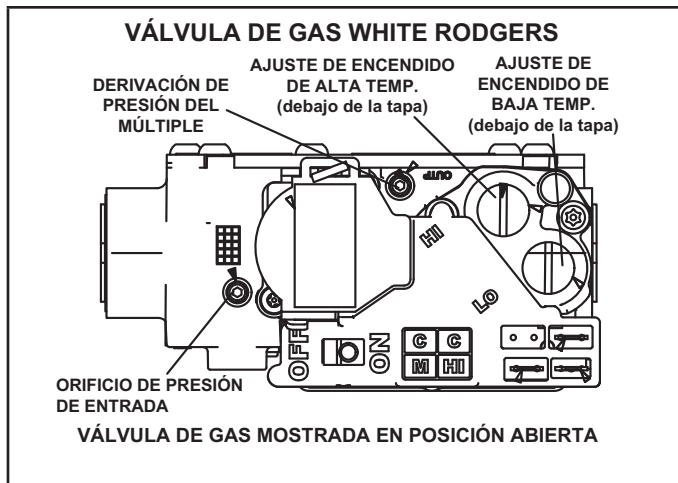

FIGURA 23
Funcionamiento de la válvula de gas (Figura 23)
- 6 - Mueva el interruptor en la válvula de gas a APAGADO. No lo fuerce. Ver la Figura 23.
- 8 - Mueva el interruptor en la válvula de gas a la posición ENCENDIDO. No lo fuerce. Ver la Figura 23.
Un tapón roscado en la válvula de gas permite acceso a la presión de suministro. Ver la Figura 23. Retroceda el tornillo hexagonal de 3/32 una vuelta, conecte un tubo de 5/16 y conéctelo a un manómetro para medir la presión de suministro. Ver la presión de la línea de suministro en la Tabla 15.
Un orificio de presión del múltiple en la válvula de gas permite acceso a la presión del múltiple. Ver la Figura 23. Retroceda el tornillo hexagonal de 3/32 una vuelta, conecte un tubo de 5/16" y conéctelo a un manómetro para medir la presión del múltiple.
- 1 - Conecte el medidor de prueba a la válvula de gas del orificio de presión del múltiple (Figura 23).
- 4 - Haga ajustes si es necesario. La Figura 23 muestra la ubicación del tornillo de ajuste de encendido de alta temperatura.